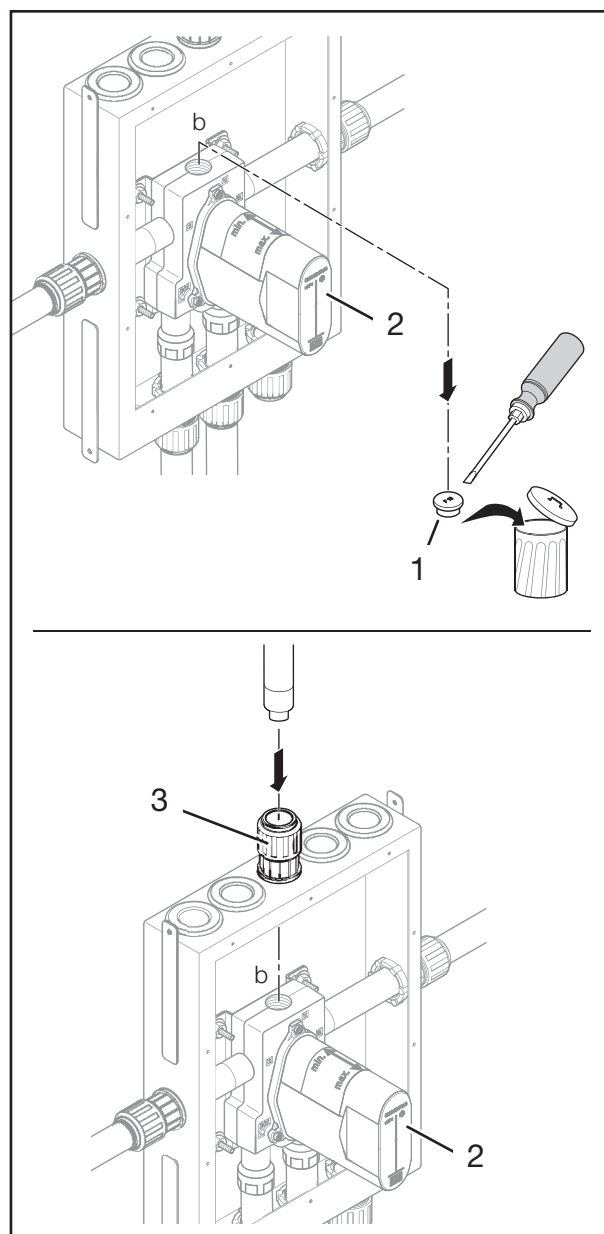

Fig. 9: Installation av takduschhuvud till den övre anslutningen
1. Ta bort den vita tätningspluggen (fig. 9/1) från den vänstra anslutningen på produkten (fig. 9/2).
2. Dra media- och skyddsröret genom skruvkopplingen på inbyggnadslådan (fig. 9/3).
3. Anslut mediaröret till anslutningen på produkten (fig. 9/2) enligt rör- och kopplingstillverkarens anvisningar.
4. Dra åt skruvkopplingen (fig. 9/3) på skyddsrorsgenomföringen på inbyggnadslådan enligt Joramarks monteringsanvisning.